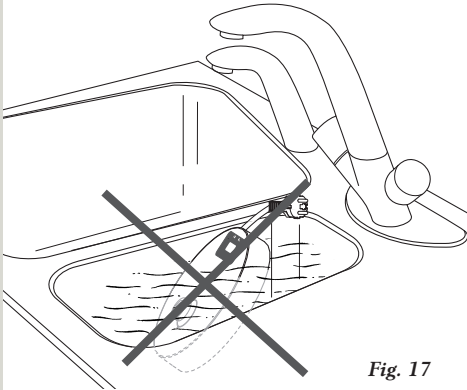

Fig. 17
- Dompel de voedingsplaat niet in water onder. (fig. 17)